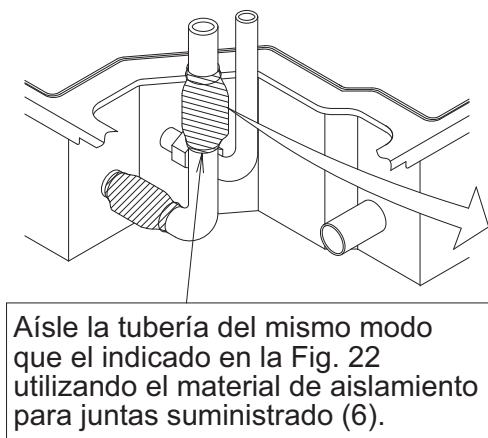

Fig. 23
- Envuelva el material sellador (pequeño) (9) alrededor del material aislante de unión (6) (7).
- Asegúrese de que la costura del material aislante para juntas (6) y (7) alcance la parte superior.
- Al realizar la conexión de tubería ascendente y hacia la derecha, aisle la conexión de gas con el tubo en forma de L suministrado. **(Consulte la Fig. 23, 24)**